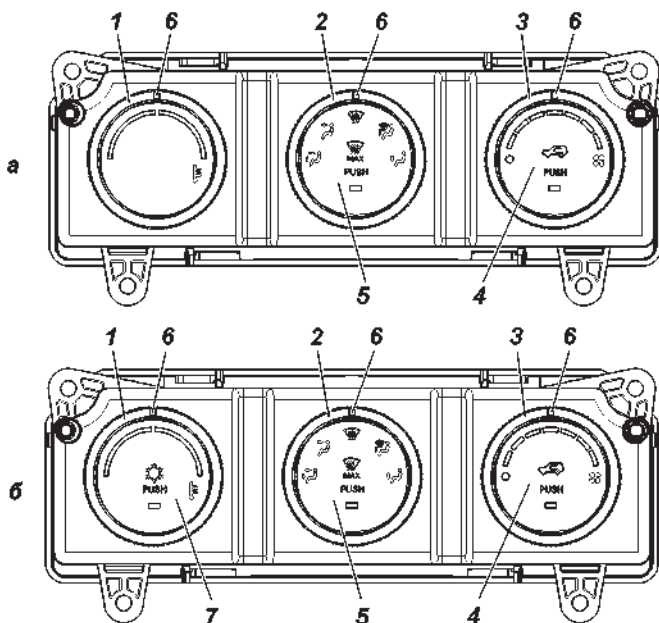

Рис. 3.25. Пульт управления отопителем:
Отопление, вентиляция и кондиционирование салона управляются пультами (рис. 3.25 а,б), которые являются основными устройствами управления.
*Пульт управления (рис. 3.25)*
**2 – поворотный переключатель распределения потоков воздуха** (рис. 3.25 а, б).
**4 – кнопочный переключатель режима «приточный воздух-рециркуляция»** (рис. 3.25) со световым индикатором.
**7 – кнопочный переключатель режима кондиционирования** (рис. 3.25 б) со световым индикатором.
С помощью поворотного переключателя 3 (рис. 3.25) можно установить необходимую скорость потока воздуха, поступающего в салон через дефлекторы и воздуховоды. Для уменьшения попадания в салон через неплотности пыли и наружного воздуха с нежелательной температурой рекомендуется всегда включать вентилятор не ниже 3-й скорости. При увеличении количества пассажиров в салоне рекомендуется увеличить скорость вентилятора для исключения возможного запотевания стекол.
#### *Режимы работы пульта (рис. 3.25)*
При вращении переключателя вентилятора 3 (рис. 3.25) в пределах делений 1 и 8, система включается на ручную регулировку, и скорость вентилятора повышается на одно деление вверх и вниз в пределах делений.
В этом режиме пульт переводит заслонку воздухораспределения в положение «На стекло», заслонку подмешивания в положение, соответствующее 8-мой позиции переключателя 1 (рис. 3.25). Вращение вентилятора при этом происходит со скоростью, соответствующей 7-мой позиции переключателя 3. В данном режиме работы пульт не реагирует на изменения положений поворотных переключателей.
Включение кондиционера производится нажатием кнопки 7 (рис. 3.25 б).
Для более эффективного охлаждения, кнопкой 4 (рис. 3.25) включается режим рециркуляции (забор воздуха будет осуществляться из салона автомобиля).
**ВНИМАНИЕ!** *При длительной работе кондиционера на холостом ходу двигателя и при движении в тяжелых условиях с нагрузкой на двигатель близкой к максимальной, с целью исключения перегрева двигателя, возможны автоматические отключения компрессора кондиционера со снижением эффективности охлаждения салона. Для повышения эффективности работы кондиционера при данных условиях эксплуатации, рекомендуется увеличить скорость вращения вентилятора климатической установки поворотом переключателя 3 (рис. 3.25) и включить режим «рециркуляции воздуха» на не продолжительное время 5-10 минут.*